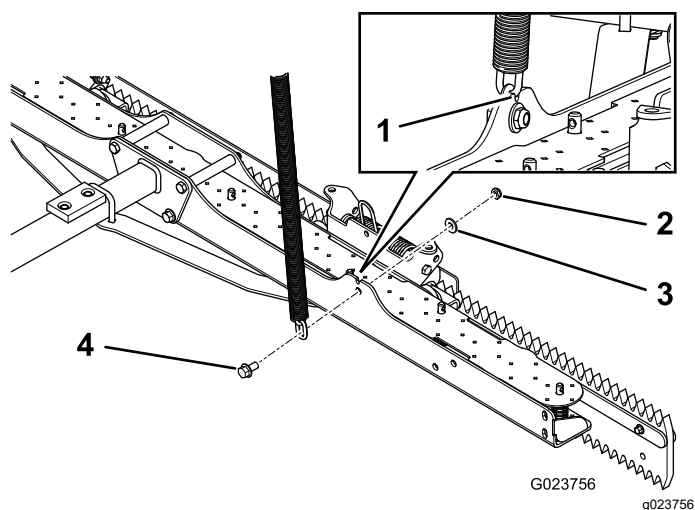

Figura 8
1. Insira um parafuso (3/8 x 3/4 pol.) através de uma corrente de elevação e prenda-o à placa inferior com uma anilha (3/8 pol.) e porca de bloqueio (3/8 pol.); consulte a Figura 8.
Nota: Para assegurar que os comprimentos das correntes não mudam com a rotação, certifique-se de que o segundo elo da corrente fica na ranhura acima do furo do parafuso, como se mostra na Figura 8.